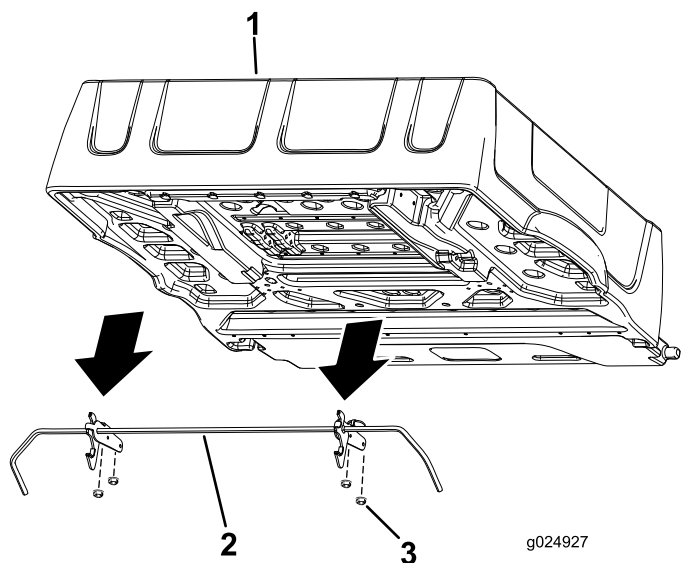

Figura 3
5. Rimuovete i 4 dadi flangiate che fissano le staffe di fermo al pianale (Figura 3).